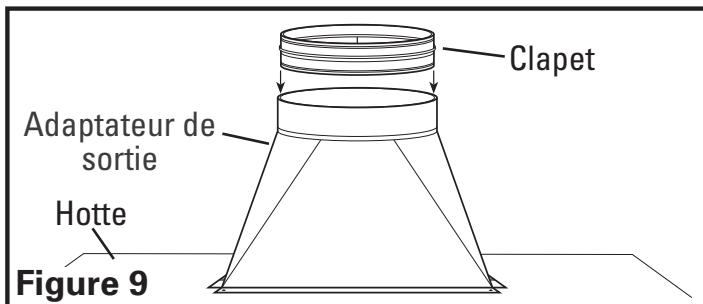

Figure 9
- Il est fortement recommandé qu'un clapet anti-retour soit installé pour prévenir que l'air extérieur circule vers la maison. Choisir un clapet anti-retour (disponible séparément) de taille apparaissant le diamètre de l'adaptateur de sortie. Fixer le clapet anti-retour dans l'adaptateur de sortie, faire l'ajustement serré dans l'ouverture ronde de l'adaptateur jusqu'à ce qu'il soit complètement inséré, en vous assurant que le clapet s'ouvre en provenance de la hotte sinon le débit d'air sera restreint (Figure 9).